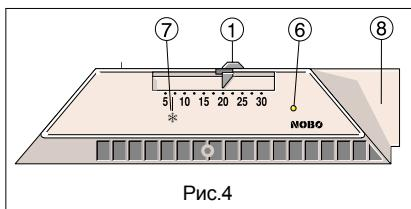

Рис.4
**Блок управления прибора****Рис. 4**
- Регулятор температуры (1)
- Выключатель Электронного терmostата (8)
- Символ температуры режима защиты от замерзания (7)
- Индикатор работы (6)